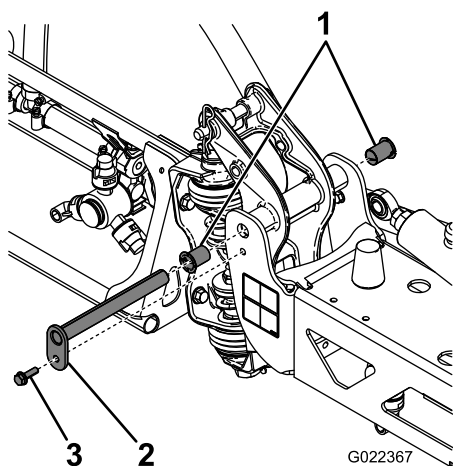

Figura 107
3. Com o peso da rampa suportado, retire o parafuso e porca que seguram o pino de articulação à rampa (Figura 107).
6. Retire e inspecione as buchas de nylon dos lados dianteiro e traseiro do suporte de articulação (Figura 107).
8. Monte a rampa e o apoio da articulação no chassis alinhando as aberturas (Figura 107).